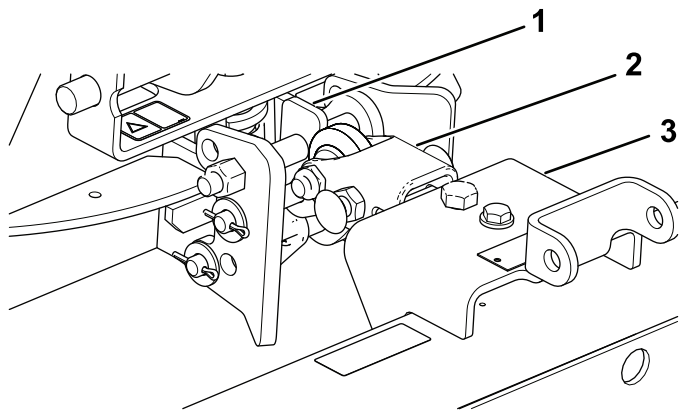

Figura 14
1. Monte o conjunto de engate de forma a que a parte plana fique na parte superior (Figura 14).
2. Monte a barra de engate no lado inferior do conjunto do suporte (Figura 14).